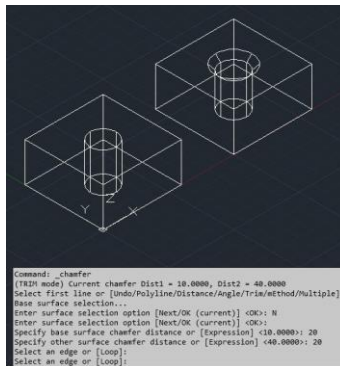

Рис. 1.5. Приклад побудови фаски граней 3D-тіла
2. Вибрати ребро базової грані для фаски (ребро верхньої грані рис. 1.5). AutoCAD підсвічує одну або дві грані, суміжні з вибраним ребром.